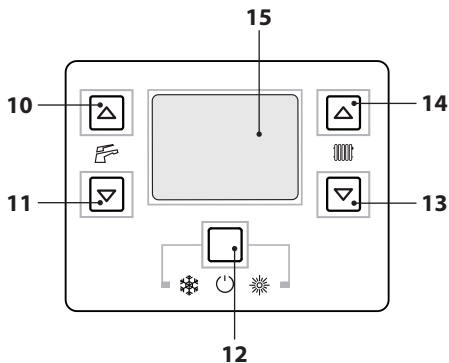
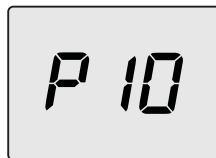

Рисунок 5.28
Рисунок 5.30
- Войти в "режим программирования", нажав одновременно и удерживая в течение 10 секунд кнопки 12-13-14 (Рисунок 5.28) до появления на ЖК дисплее кода **P01**, который сменяется значением параметра, указывая на вход в "параметр 01" (Рисунок 5.29).
- Пролить параметры, используя кнопки 13 и 14 до появления на ЖК-дисплее кода **P10**, который сменяется значением параметра, указывая на вход в "параметр 10" (Рисунок 5.30).
- Чтобы подтвердить внесенное значение, нажать кнопку 12 (Рисунок 5.28).
- При одновременном нажатии кнопок 12 и 13 (Рисунок 5.28), происходит выход без изменения значения (возврат к перечню параметров, см. (Рисунок 5.30)).
- При одновременном нажатии и удерживании в течение 10 секунд кнопок 12-13-14 (Рисунок 5.28) происходит выход из "режима программирования".